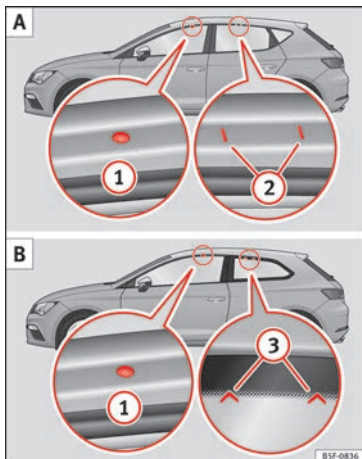

Fig. 183 Leon/Leon SC: pontos de fixação das barras longitudinais para o porta-bagagens de tejadilho.
Os pontos de fixação dianteiros e traseiros ① e ② só se podem ver com as portas abertas » **Fig. 183 A.**
Os pontos de fixação dianteiros ① só podem ver-se com as portas abertas. Os pontos de fixação traseiros ③ estão marcados no rebordo superior do vidro lateral com pontas de seta » **Fig. 183 B.**